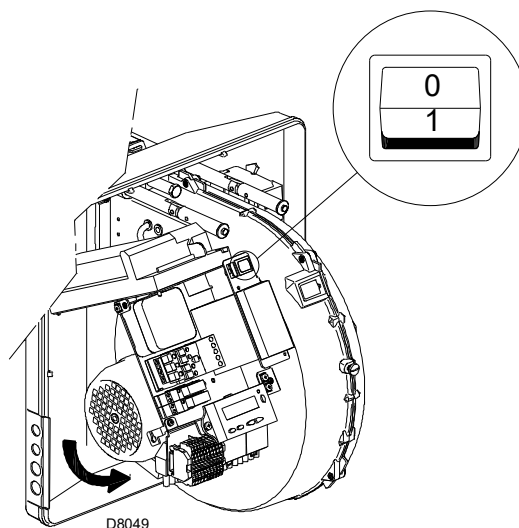

Fig. 28
Chiudere i termostati/pressostati e mettere l'interruttore di Fig. 28 in posizione “1”.
Appena il bruciatore si avvia posizionarsi quindi di fronte alla ventola di raffreddamento del motore ventilatore e verificare che questa ruoti in senso antiorario. Vedi Fig. 28.
- mettere l'interruttore di Fig. 28 in posizione "0" ed attendere che il controllo fiamma esegua la fase di spegnimento;
Il bruciatore è nello stato di attesa richiesta calore o il selettore "0-1" (Fig. 28 a pag. 32) è sulla posizione "0".
Con il selettore "0-1" (Fig. 28 a pag. 32) il bruciatore non si arresta immediatamente, ma avviene la fase di spegnimento.